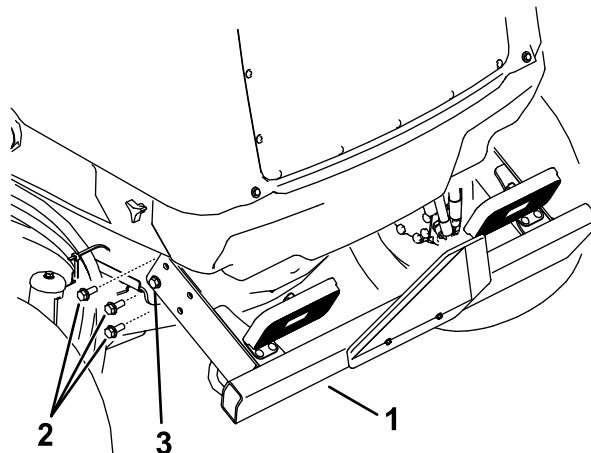

Figura 107
2. Retire os três parafusos flangeados de cada lado do para-choques traseiro como se mostra na Figura 107.
6. Eleve o para-choques traseiro para o sítio e instale os parafusos flangeados. Aperte todos os parafusos flangeados que fixam o para-choques traseiro à estrutura (Figura 107).